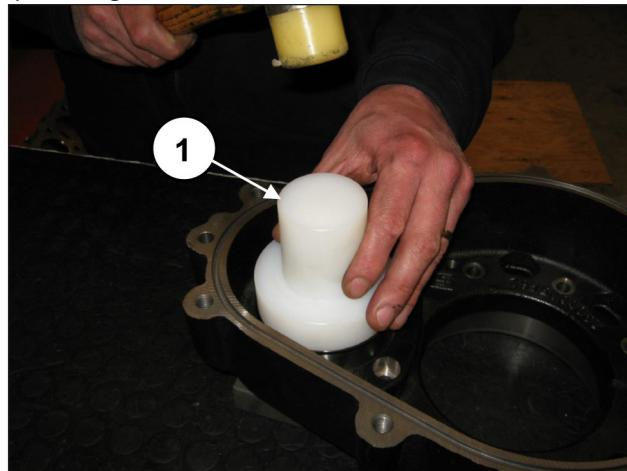
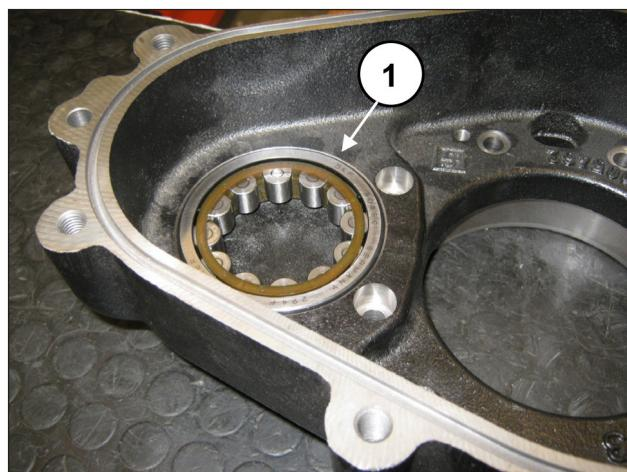

Fig. 53
Fig. 54
Sulla scatola riduttore premontare l'anello esterno del cuscinetto pignone utilizzando l'attrezzo cod. 27604900 (pos. ①, Fig. 53) fino al suo completo inserimento a battuta (pos. ①, Fig. 54).